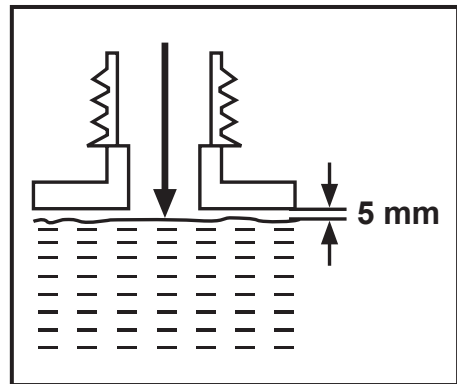

Fig. 7
4. Ajouter le carburant approprié dans le réservoir de carburant (7). Laisser un espace de 5 mm minimum entre le niveau du carburant et le bord intérieur du réservoir pour permettre la dilatation du carburant (Fig. 7).